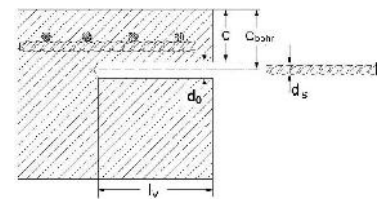

Abbildung 1:
- Der Mindestabstand zum Bauteilrand (vgl. Abbildung 1) beträgt: